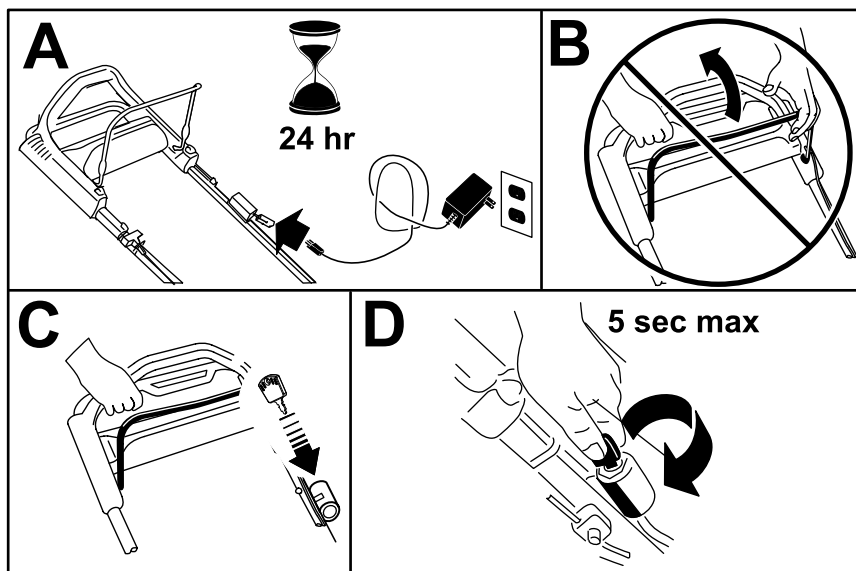

Рисунок 15
1. Перед использованием машины в первый раз зарядите аккумулятор в течение 24 часов (вид А на Рисунок 15).
Внимание: Не пытайтесь запускать двигатель с задействованной штангой управления ножом; в противном случае может перегореть плавкий предохранитель (вид В на Рисунок 15).
2. Вставьте ключ зажигания в замок (вид С на Рисунок 15).
3. Поверните ключ зажигания в положение Start (Пуск) и удерживайте его в этом положении; когда двигатель запустится, отпустите ключ (вид D на Рисунок 15).